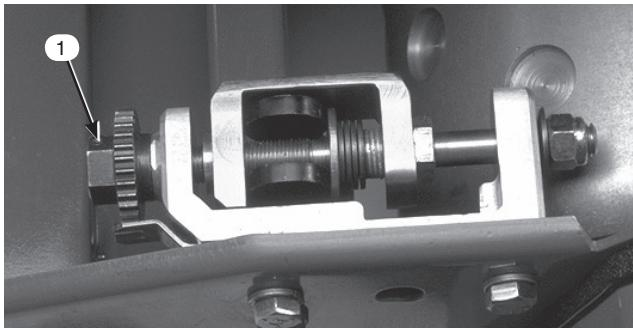

図10
2. ベッド・バー調整ネジ(図10と11)を左に回して、リールと下刃の接触を完全になくす。